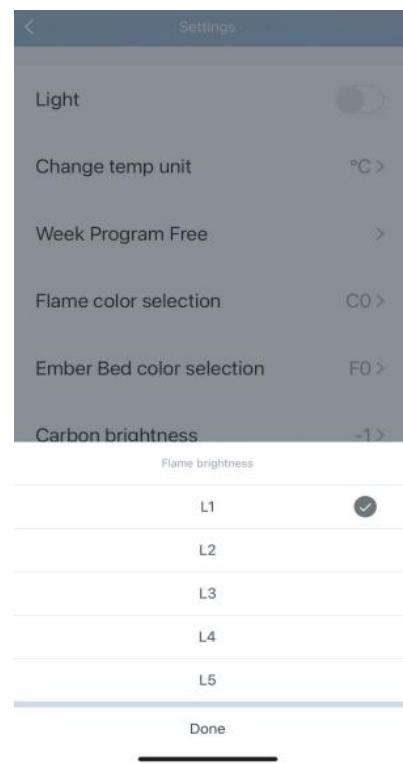

Abb. 14
9. Öffne die Flammen-Helligkeit , hier kannst du die Helligkeit der Flamme zwischen den Stufen L1 bis L5 einstellen, wie in Abbildung 14 dargestellt.